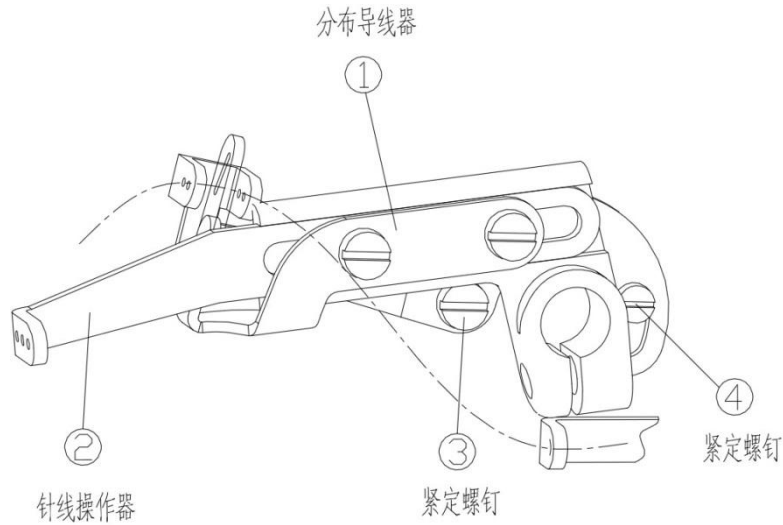

Figure 8-3
分布导线器①在最高点时，松开紧定螺钉③，分布导线器的导线线道里侧上端调整成与分布导线器的长槽下端一致，然后拧紧紧定螺钉③（图 8-3）。
① at the top point ,release set screw③ ,make the top of inner guide line fix to the bottom of guider slot, then tight the set screw ③（ Figure 8-3 ）。